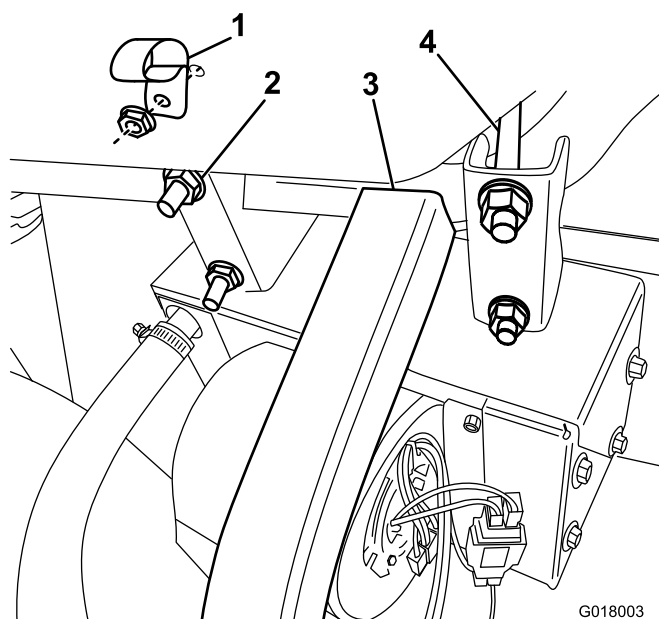

Figura 23
Conecte el conjunto de calentador y soporte al tubo delantero del bastidor, junto al bastidor en U, con los pernos en U y las tuercas con arandelas prensadas suministradas (Figura 23).
5. Sujete la abrazadera en R a la guantera con un perno con arandela prensada y una tuerca (Figura 23).